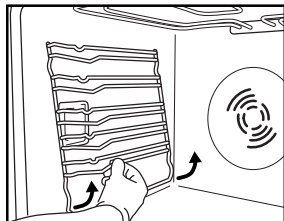

Fig. 1
1. Fjern ristene som holder tilbehøret på sidene (Fig. 1).
2. Fjern ristene som holder tilbehøret på sidene (noen versjoner) (Fig. 1).